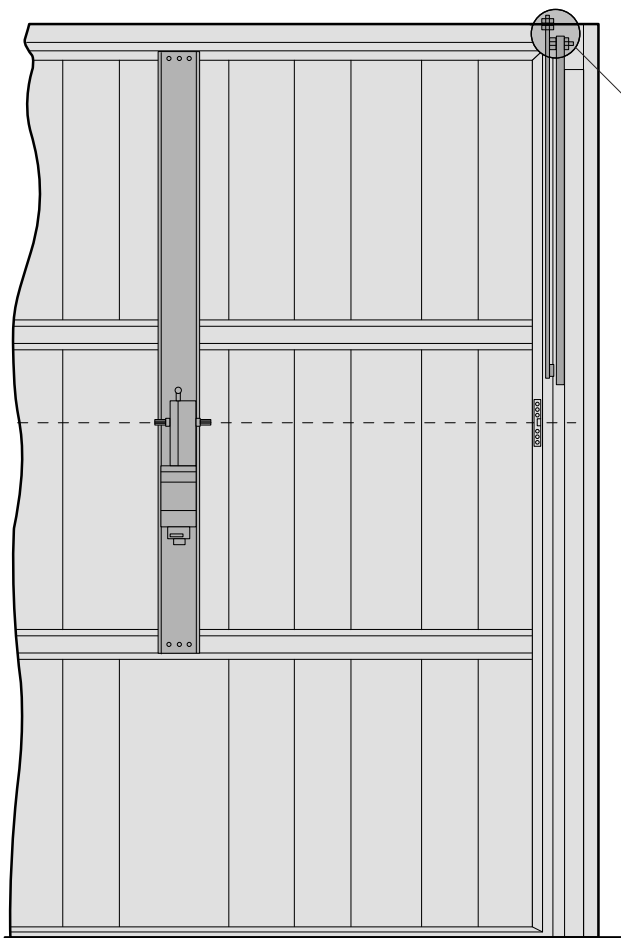

Fig. 5
- Soulever complètement le vantail, relever la cote "B" (fig. 4) et en tenir compte pour raccourcir aussi bien le bras que le tube de 30 mm. Fixer le tube et les brides angulaires avec la vis, la rondelle et l'écrou fournis de série. Monter le tube à l'extérieur, si possible le plus près du bras de la porte, et le fixer avec une vis ou en le soudant solidement (fig. 5). Montage du tube plus grand E 787A (pour des portes ayant une hauteur comprise entre 2400 et 2700 mm).
De bevestigingsplaatjes moeten in de hoek van de horizontale en verticale draagrail vastgemaakt worden indien ze nog niet voorzien zijn op de poort (Fig. 5)
- Das Tor ganz hoch kippen, das Maß "B" (Abb. 4) abmessen und sowohl den Arm als auch das Rohr um 30 mm kürzen. Das Rohr und die Winkeleisen mit der mitgelieferten Schraube, der Unterlegscheibe und der Mutter befestigen. Das Rohr außen und so nahe am Torarm wie möglich anbringen und mit der Mutterschraube befestigen oder fest anschweißen (Abb. 5). Montage des Verlängerungsrohres E 787A (für Tore mit einer Höhe zwischen 2400 und 2700 mm).